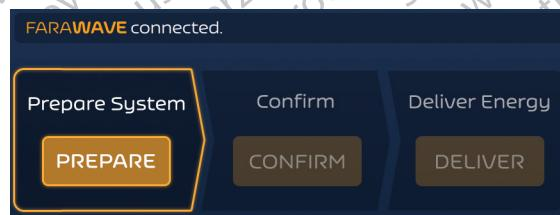

Figure 6. Écran Therapy (Thérapie) - Mode asynchrone - État Idle (inactif)
6. Après avoir sélectionné et connecté un cathéter, l'écran Therapy (Thérapie) reflètera désormais la sélection (voir l'exemple de la Figure 6). Le mode asynchrone est le mode d'administration d'énergie par défaut du générateur FARASTAR PFA.
6. Appuyez sur le bouton DELIVER (ADMINISTRER) pour lancer l'administration d'énergie. L'administration d'énergie peut être annulée en appuyant à tout moment sur le bouton cancel Therapy (Annuler la thérapie) (voir Figure 11), ce qui replace le générateur FARASTAR PFA à l'état Idle (inactif) (voir Figure 6).
9. Pour effectuer des administrations d'énergie supplémentaires, appuyez sur CONFIRM (CONFIRMER) puis sur DELIVER (ADMINISTRER). L'administration d'énergie peut être annulée en appuyant à tout moment sur le bouton Cancel Therapy (Annuler la thérapie). Cela replacera le générateur FARASTAR PFA à l'état inactif, comme illustré à la Figure 6.